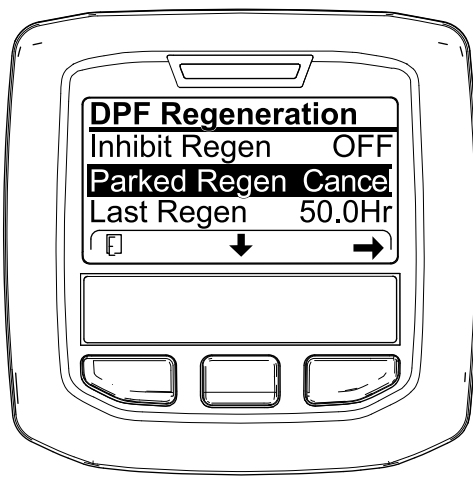
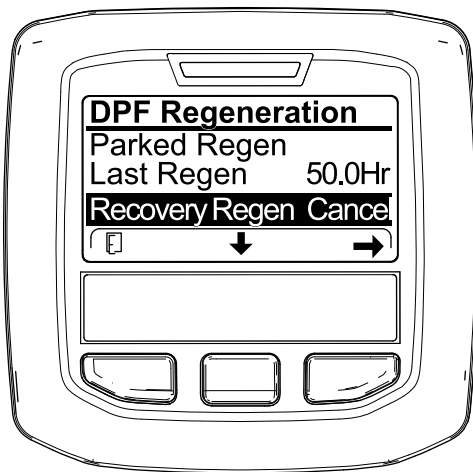

Figura 61
Figura 62
- Acceda al menú DPF Regeneration (Regeneración de DPF) (Figura 61).
2. Pulse el botón central para desplazarse hacia abajo, hasta la opción PARKED REGEN CANCEL (Cancelación de regeneración con máquina aparcada) (Figura 61) o la opción RECOVERY REGEN CANCEL (Cancelación de regeneración de recuperación) (Figura 62).
3. Pulse el botón derecho para seleccionar la opción Regen Cancel (Cancelación de regeneración) (Figura 61 o Figura 62).